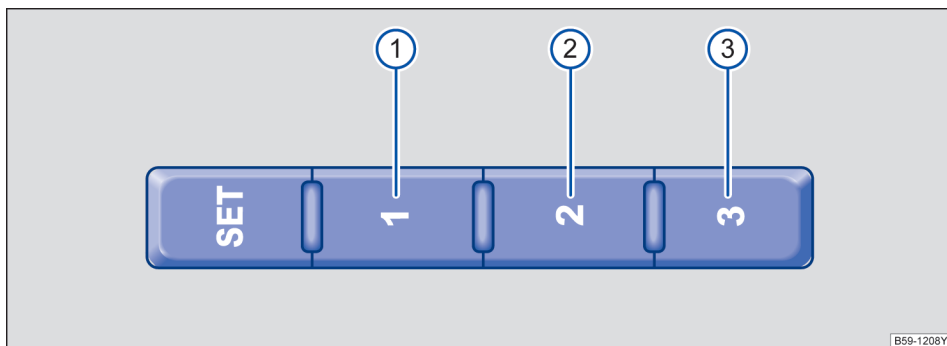

图 93 记忆位置图示
记忆座椅一共可以存储三个位置，座椅的记忆按钮可存储三个不同位置①、②和③→图 93。
- 按压按键(SET)→图 93。
- 在 10 秒钟内按压需要设置的记忆按钮①、②或③。一个声音信号确认存储于该记忆按钮的位置设置成功。